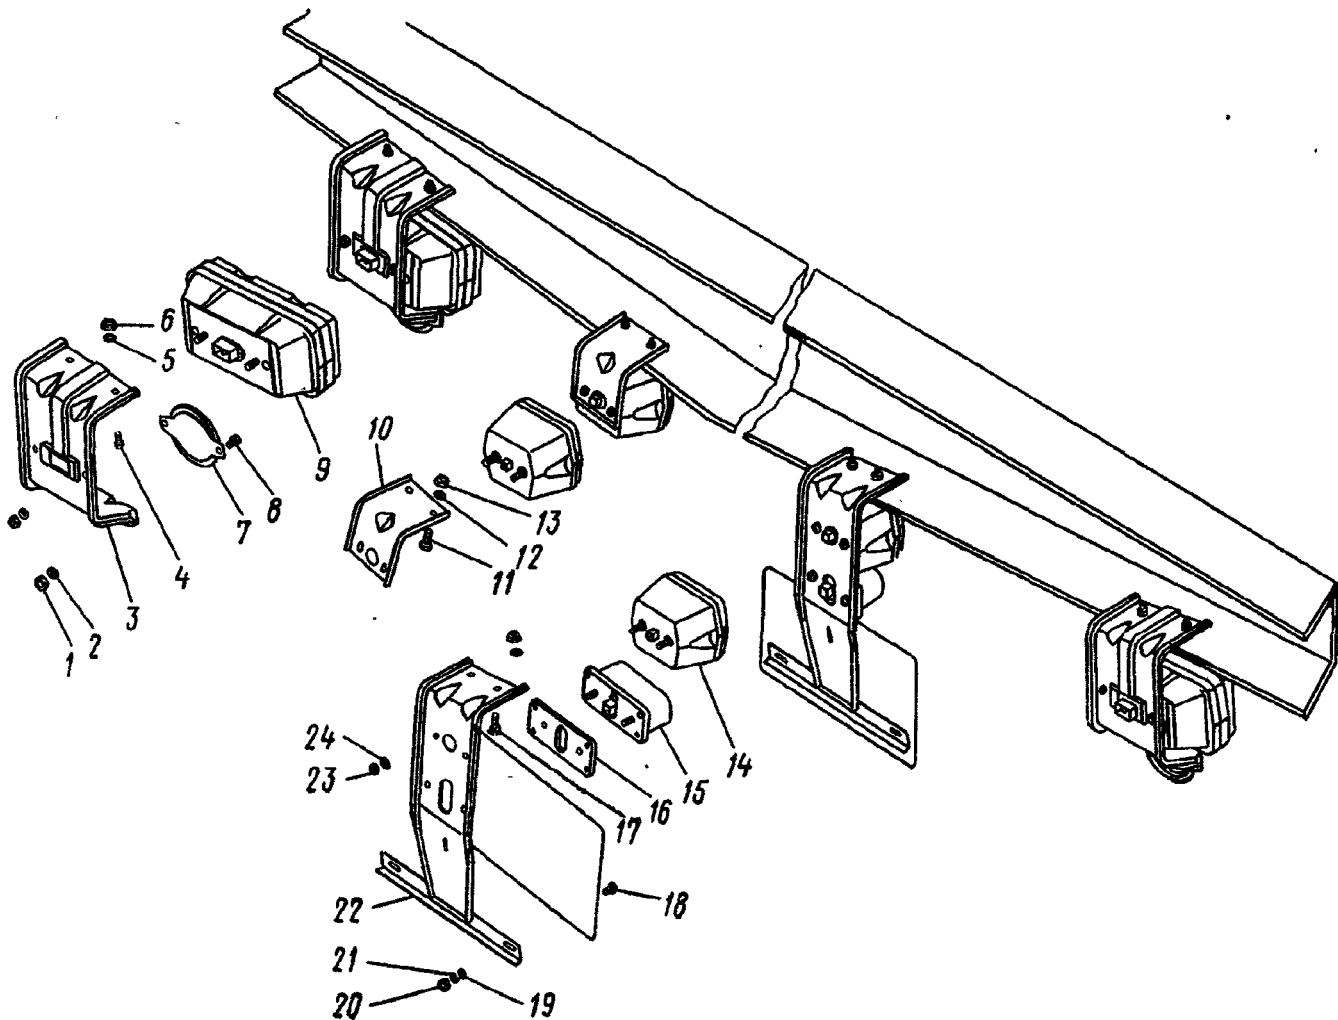

Рис. 75. Фонари задние, фонарь освещения номерного знака:
1. Отверните гайки 1 (рис. 75) крепления заднего фонаря 9 к кронштейну 3, снимите пружинные шайбы	Ключ 10 мм